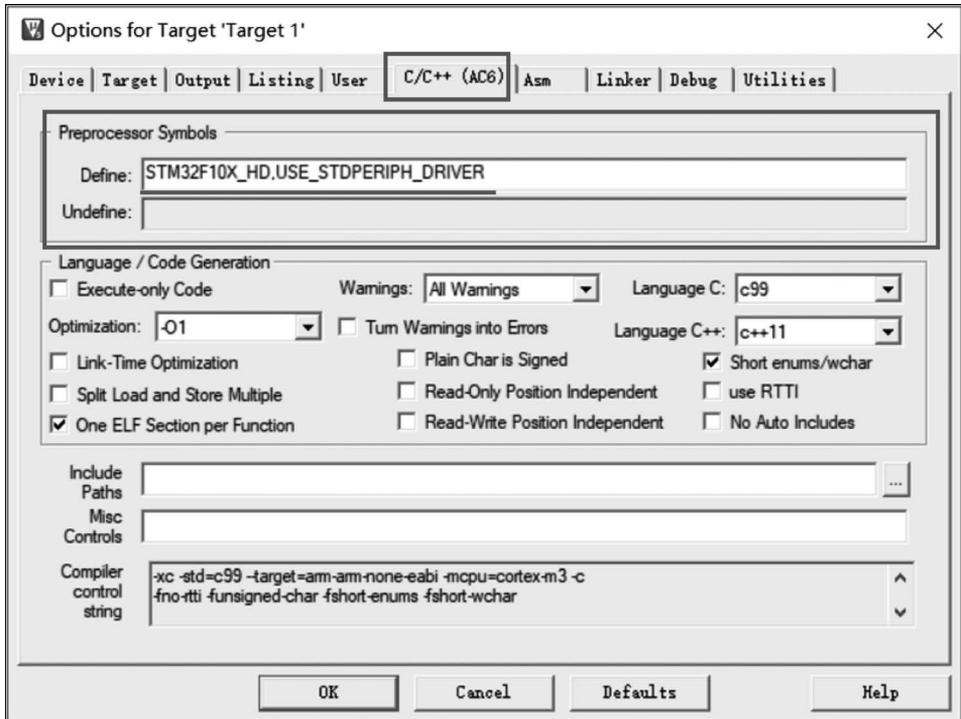

图 5.16 配置 C/C++ 选项卡 1
(4) 在 C/C++ 选项卡中添加处理宏及编译器编译时查找的头文件路径。若头文件路径添加有误,则编译时会报错找不到头文件。在 Preprocessor Symbols 下的 Define 中输入 STM32F10X\_HD 和 USE\_STDPERIPH\_DRIVER,中间用“,”隔开,如图 5.16 所示。